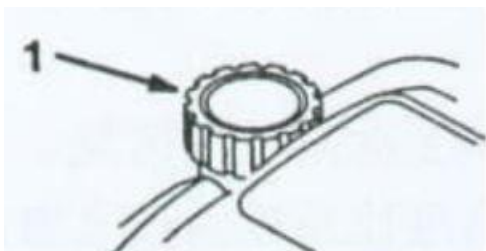

Figura 5 (1: Tapón de gasolina)
3. El nivel de gasolina debe quedar entre 6 y 13mm por debajo de la parte superior del tanque. (Figura 5)